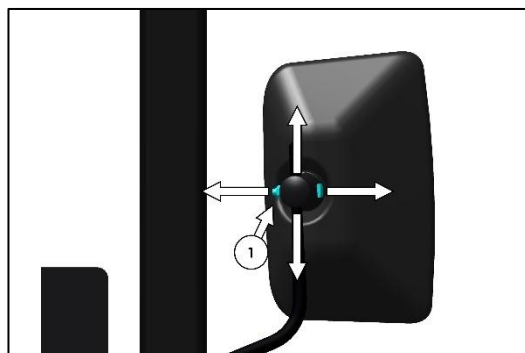

Fig. 146 : VIS DE SERRAGE DU RÉTROVISEUR
2. Resserrer la vis (élément 1 sur la Fig. 146) pour maintenir le rétroviseur dans la position souhaitée.